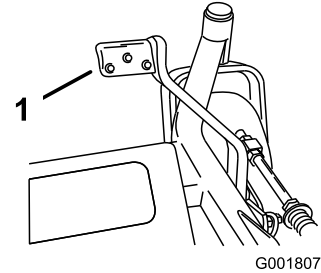

Figure 27
2. Appuyez sur ce levier tout en tirant sur le levier de sélection de hauteur de coupe (Figure 27).